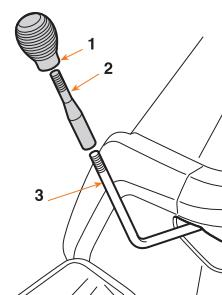

Рис. 4
- Привинтить ручку **1** к удлинителю **2**, а затем удлинитель **2** к концу рычага **3** (Рис. 4).